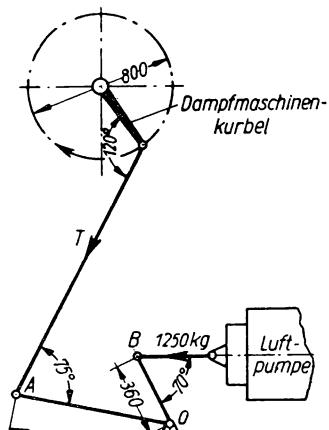

Bild 128
- 263.** Eine Kondensator-Luftpumpe, im Keller aufgestellt, wird von oben durch die Dampfmaschinenkurbel unter Vermittlung des Winkelhebels AOB (Bild 128) angetrieben, und zwar soll auf den Kolben beim Saughube eine Zugkraft 1250 kg übertragen werden. Zu berechnen ist a) der Hebelarm der Kolben-